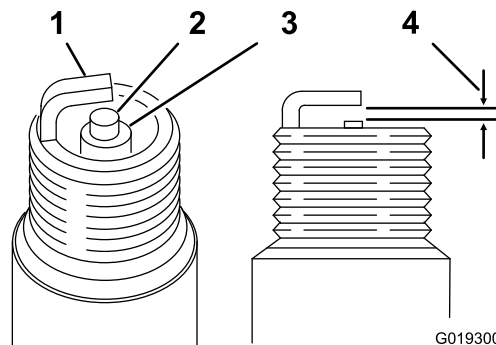

図 54
- 電極 (側面と中央) と碍子の状態を点検する(図 54)。
- エアギャップ (図 54) を 0.81mm に調整する。